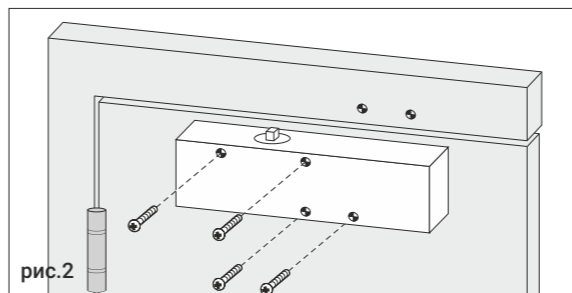

рис.2
1. Установите доводчик таким образом, чтобы винты регулировки CLOSING SPEED (закрывание двери) и LATCH SPEED (доводка двери) находились со стороны петель. Зафиксируйте обязательно четырьмя винтами М5 (шурупами), рис. 2. Установка на два или три винта (шурупа) не допускается!